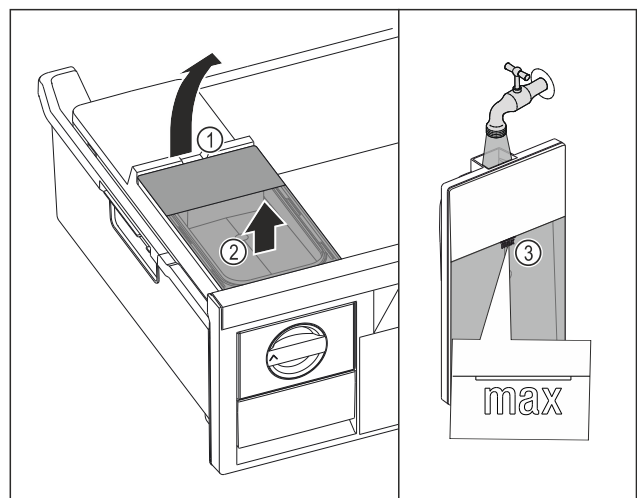

Fig. 83
- ▶ Wassertank an der Aussparung Fig. 83 (1) anheben.
- ▶ Wassertank nach oben entnehmen. Fig. 83 (2)
- ▶ Wassertank bis zur Markierung Fig. 83 (3) mit Trinkwasser befüllen.